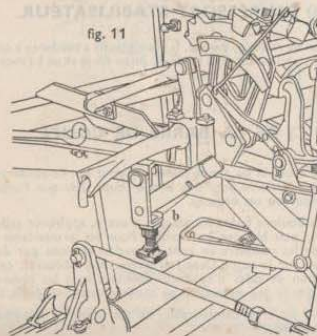

fig. 11
b) Si la barre coupeuse relevée à fond ne se replie pas complètement, abaisser la butée de jambe de force en dévissant la vis butée (fig. 11). Serrer les contre-écrous après réglage définitif.